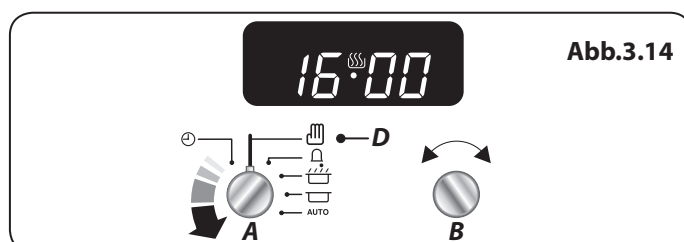

Abb.3.14
Pour annuler tous les réglages automatiques, tournez le bouton de la minuterie (A) pour sélectionner le réglage de Stellung Manuell (D) (**Abb.3.14**).